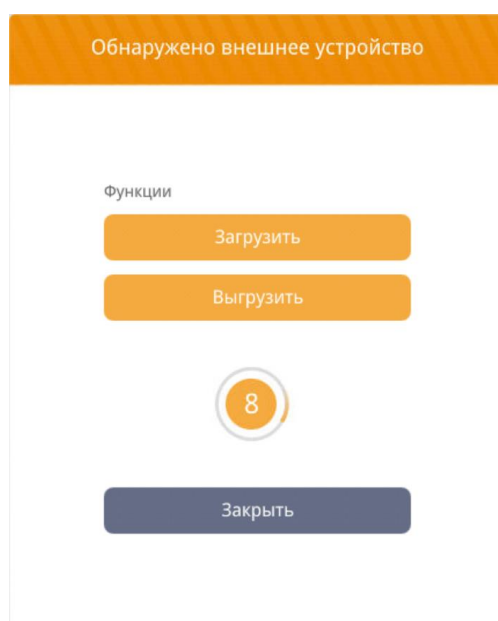

Рисунок 6.5 – Окно «Обнаружено внешнее устройство»
3. На панели оператора в окне «Обнаружено внешнее устройство» (рисунок 6.5) нажать кнопку «Выгрузить».